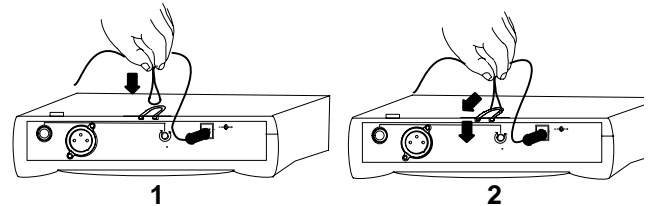

ABBILDUNG 7. T4N STROMVERSORUNGSKABEL-HALTEBÜGEL
- Ein Ende des Wechselstrom-Netzadapters an die Gleichstrom-Steckerbuchse (DC INPUT) auf der Rückwand des Empfängers anschließen. **T4N:** Das Stromversorgungskabel um den Kabelhaltebügel an der Unterseite des Empfängers wickeln. Siehe Abbildung 7. Das andere Ende in eine Wechselstrom-Steckdose einstecken (PS20 für 105–125 VAC, 60 Hz Stromversorgung verwenden; PS20E oder PS20UK für 230 VAC, 50 Hz Stromversorgung verwenden). Die grüne NETZ-Anzeige (POWER) auf dem Empfänger leuchtet auf.